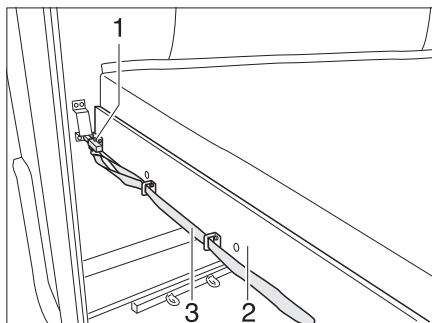

Bild 123 Etagenbett (Heck)
- An der Schlaufe (Bild 123,3) ziehen und den Riegel (Bild 123,1) lösen.
- Den Lattenrost (Bild 123,2) mit der Matratze nach vorn ziehen, bis er einrastet.